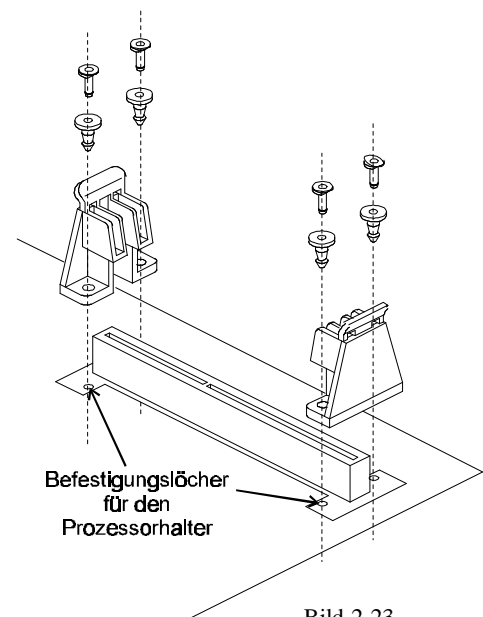

Bild 2-23
(siehe Bild 2-23)
2. Die beiden CPU-Halter werden an den schmalen Enden des Slot 1 gegenüber auf das Mainboard gesetzt, wie in Bild 2-23 zu sehen ist.
3. Indem die Befestigungsstifte durch die Löcher im Fuß der beiden CPU-Halter gesteckt werden, montiert man die Halter auf dem Mainboard. (siehe Bild 2-23)
4. Durch Einsetzen der vier Klemmstifte in die Löcher der Befestigungsstifte sichert man die Verbindung und macht sie fest. (siehe Bild 2-23)